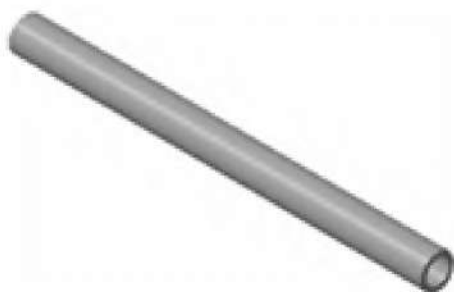

Рисунок 4.2. Модель трубы шнекового конвейера
2. Установите ориентацию **Изометрия XYZ** и при помощи операции выдавливания создайте модель трубы $\varnothing 30/40$ мм и длиной 500 мм (рисунок 4.2).